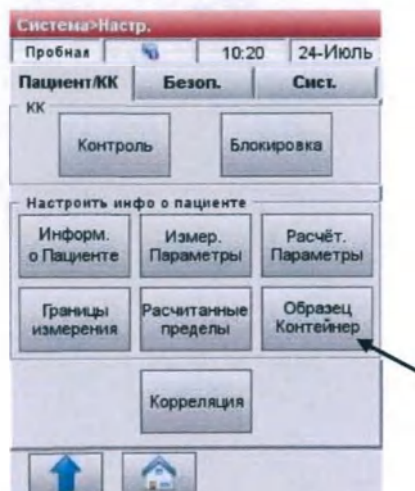

Рис.3-45 Образец Контейнер
2. В меню **<Настройки системы>**, нажмите **<Образец Контейнер>** в таблице **<Пациент/КК>** (Рис.3-45).